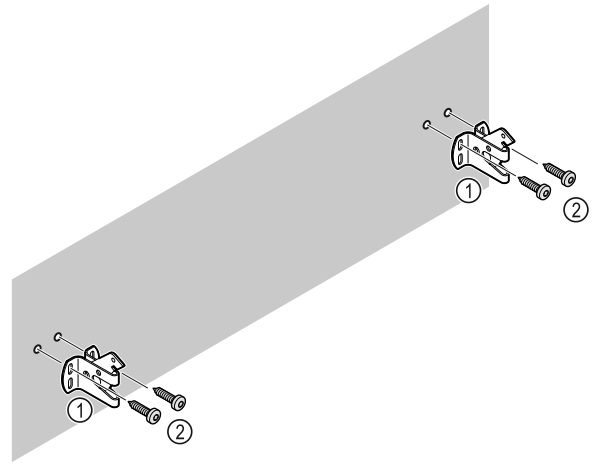

Fig. 10
Utilizar el material de fijación apropiado (p. ej., tacos) y suficientes puntos de fijación según las características de la pared (madera, hormigón) Fig. 10 (2).
- ▶ Fijar los ganchos de seguridad. Fig. 10 (1)